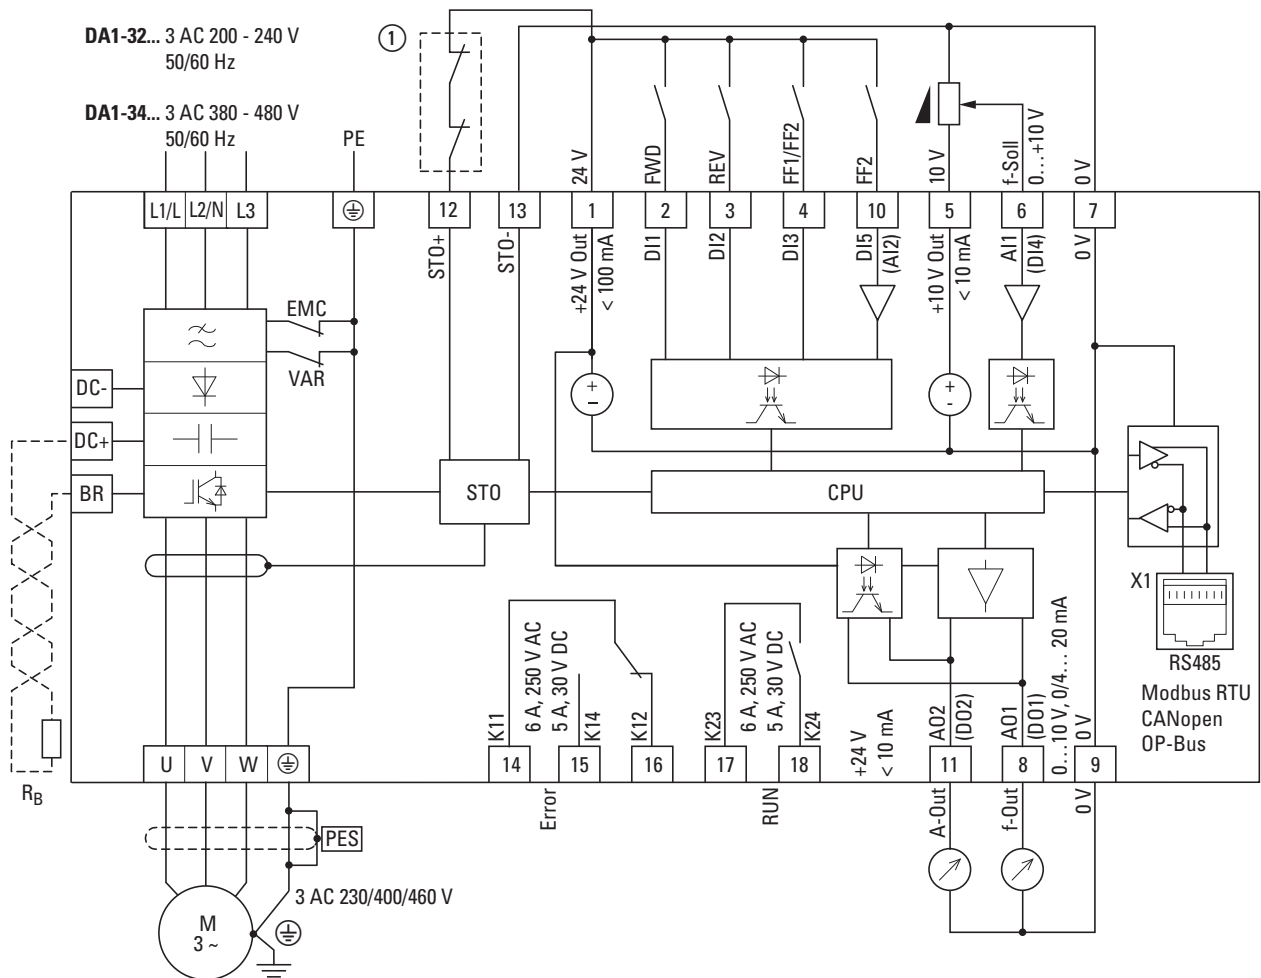

Abbildung 85: Blockschaltbild DA1-32..., DA1-34... in Baugröße FS2 und FS3
① Direkte Freigabe der STO-Funktion oder Relais: Safe Torque Off (STO), SIL 2 (EN 61800-5-2) wie in → Abbildung 85, Seite 116.